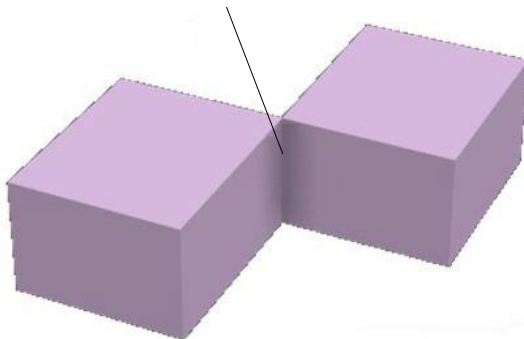

图 7-2 非流型模型无法打印
2) 物体模型必须为流形（Manifold）的。流形的完整定义请参考数学定义。对于我们简单来看，如果一个网格数据中存在多个面共享一条边，那么它就是非流形的（Non-manifold）。请看图 7-2 所示的例子：两个立方体只有一条共同的边，此边为四个面共享，这个模型是无法打印的。